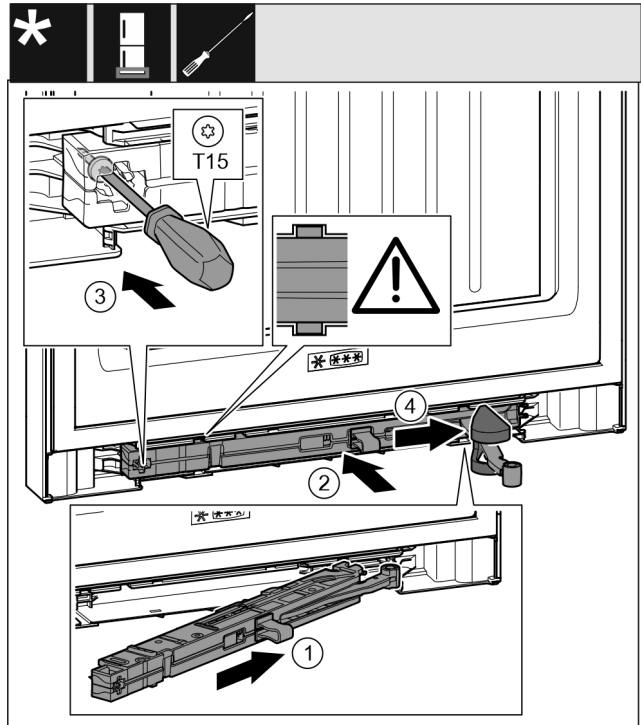

Fig. 42
- Shtyni pjerrtas deri në fund brenda në folë njësinë e amortizatorit të mbylljes Fig. 42 (1), në anën e bazamentit mbështetës.
- Shtyjeni njësinë e amortizatorit të mbylljes Fig. 42 (2) plotësisht brenda në folë.
- Mbërtheni fort vidën Fig. 42 (3) me një kaçavidë.
- Shtyni kapakun mbulues Fig. 42 (4) mbi menteshë.